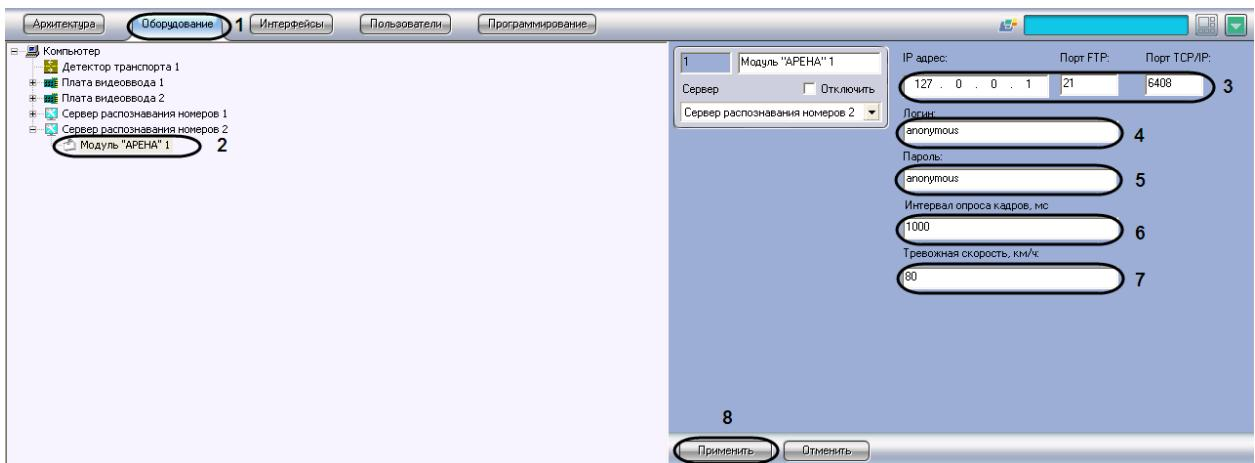

Рис. 7.2—2. Настройка программного модуля «Арен»
1. В диалоговом окне «Настройка системы» перейти на вкладку «Оборудование» (Рис. 7.2—2, 1).
2. В дереве объектов на вкладке «Оборудование» выбрать объект «Модуль „Арена“», соответствующий настраиваемому программному модулю «Арена» (Рис. 7.2—2, 2). В правой части вкладки «Оборудование» отобразится панель настройки выбранного объекта.
3. В поле «IP адрес» ввести IP-адрес компьютера ИС «Арен» с установленным ftp-сервером (см. Рис. 7.2—2, 3).
4. В поле «Порт» ввести порт для подключения к данному ftp-серверу (см. Рис. 7.2—2, 3). По умолчанию используется порт 21.
5. В поля «Логин» и «Пароль» ввести имя пользователя и пароль для подключения к данному ftp-серверу (см. Рис. 7.2—2, 4-5).